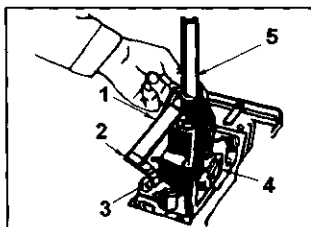

图 7-2-6 横向拉索的调整
7. 调整横向拉索, 并以 $6\text{ N}\cdot\text{m}$ 的扭矩拧紧调节螺钉, 见图 7-2-6。注意, 横向拉索调节螺钉必须按规定拧紧。